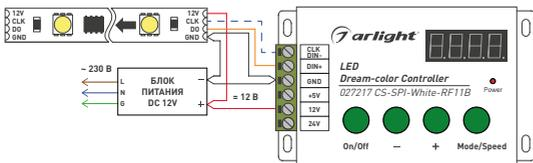

Рис. 1. Подключение контроллера при длине между контроллерами и лентой до 10 м.
- 3.3. Подключите контроллер согласно схеме на Рис. 1. Если подключаемая лента не имеет входа «CLK», выход контроллера «CLK/DIN» не подключается. Учитывайте направление передачи сигнала, обозначенное на ленте стрелкой.